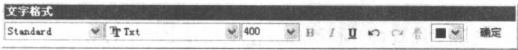

图 1-8
(9) 在命令行中输入“T”, 按 Enter 键, 启动“多行文字”命令。按照系统提示, 拉出一个适当的方框, 确定后, 在弹出的文本框中输入文字“设计”, 并在上方的“文字格式”对话框中设置, 如图 1-8 所示。